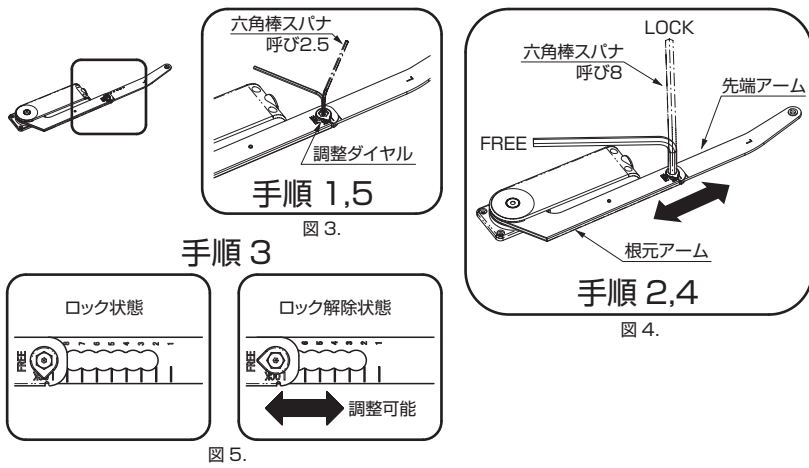

図 3. 図 4. 図 5. アーム調整方法
- 手順 1 六角棒スパナ（呼び 2.5）を用いて、調整ダイヤルを固定している六角穴付ねじをゆるめてください。（図 3.）
- 手順 5 六角棒スパナ（呼び 2.5）を用いて、調整ダイヤルを固定している六角穴付ねじをしめてください。（図 3.）